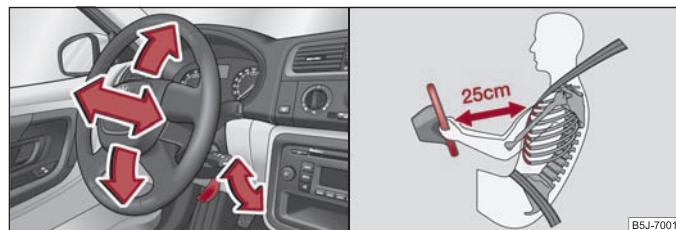

Abb. 3 Verstellbares Lenkrad: Hebel an der Lenksäule / der richtige Abstand des Fahrers vom Lenkrad
- Schwenken Sie den Hebel unter der Lenksäule ⇒ Abb. 3 nach unten.
- Stellen Sie das Lenkrad so ein, dass der Abstand zwischen Lenkrad und Brustbein mindestens 25 cm beträgt ⇒ Abb. 3 rechts. Wenn Sie den Mindestabstand nicht einhalten, kann Sie das Airbag-System nicht schützen - Lebensgefahr!